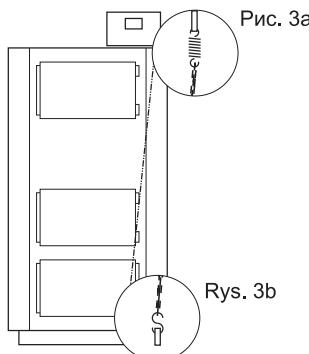
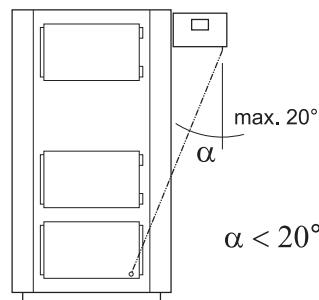
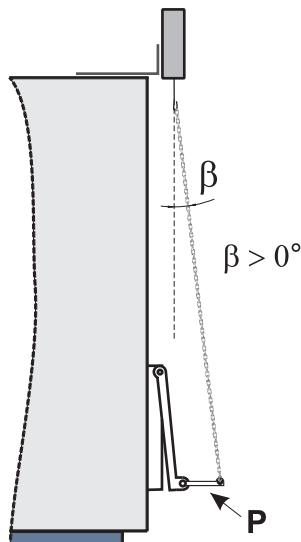

Рис. 3
Рис. 4
Рис. 5
2. Установить регулятор вместе с кронштейном к верхней или боковой стене котла (рис. 3 или рис.4).
Если угол β (Рис. 5) слишком мал может привести к увеличению необходимой силы, необходимой для открытия заслонки, и в результате остановка работы двигателя контролера и отображение на экране сообщение "Er" ("Er"). Чтобы это предотвратить и обеспечить надлежащую работу двигателя контролера, необходимо использовать дополнительный рычаг "П" ("P"), установленный на дверце котла. Или вытащить контроллер за пределы котла. Рычаг выполняет фирма по установке.
При монтаже регулятора сбоку котла нужно убедиться, чтобы цепь не была отклонена от вертикали более чем на 20° (рис. 4).
3. Проверить углы а и В между цепью и котлом (см. рис. 4, стр. 6 и рис. 5 стр.7). Если отклоняться от предпочтительной может это привести к увеличение силы, необходимой для открытия заслонки и появление символа "Er" ("Er") на дисплее . Рекомендуется вытащить регулятор за приделы печи, или применить дополнительные рычаги к двери котла.